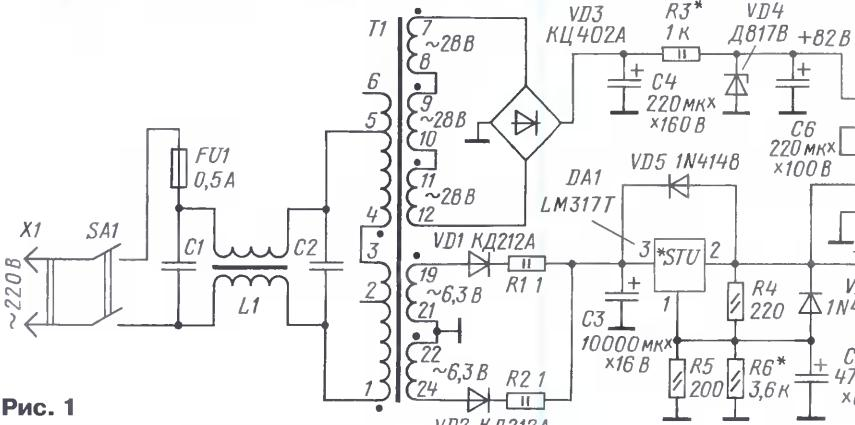

Рис. 1
**Блок питания** выполнен на микросхеме LM317T в общем-то по почти типовой схеме (рис. 1). По входу установлен помехоподавляющий фильтр C1L1C2 от компьютерных блоков питания. Конденсатор С5 несколько улучшает фильтрацию, а выходное напряжение +2,4 В выставляется подбором резистора R6. Номинал резистора R3 (в килоомах) рассчитывают по формуле